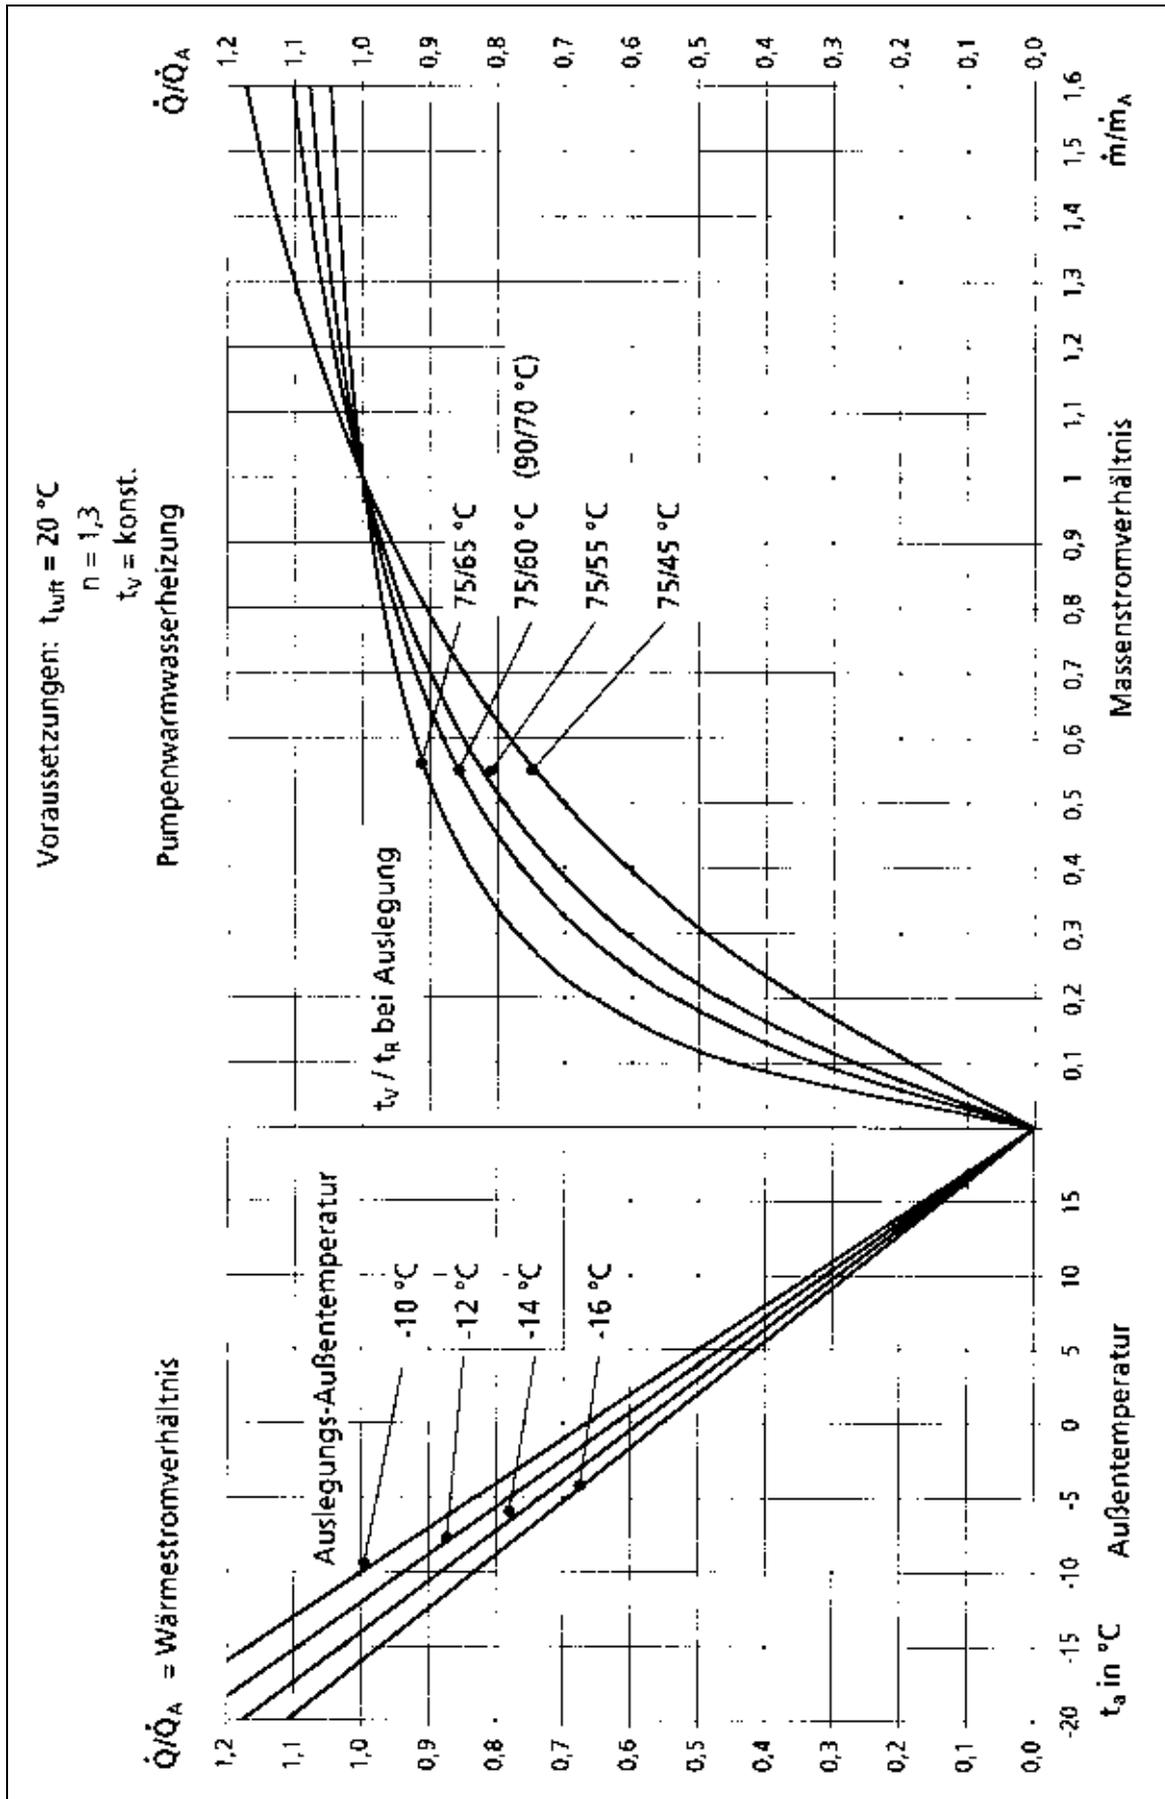

Bild 3 Teillastverhalten bei Massenströmungsregelung
Iteration gelöst werden bzw. mit Hilfe von Bild 3. Mit ❶ und ❷ kann der Funktionsverlauf im 1. Quadranten, mit ❸ im linken Quadranten bestimmt werden. Aus diesem Diagramm ist abzulesen, dass eine reine Drosselregelung in vielen Fällen praktisch nicht funktioniert.